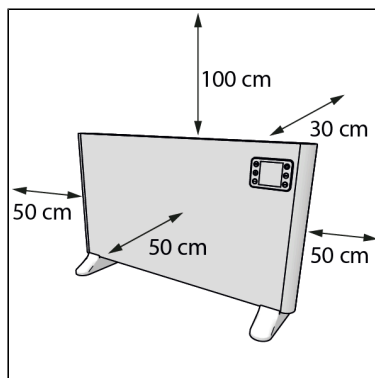

Figure 8.
5. Placez l'appareil en respectant un dégagement minimal (Figure 8) de :